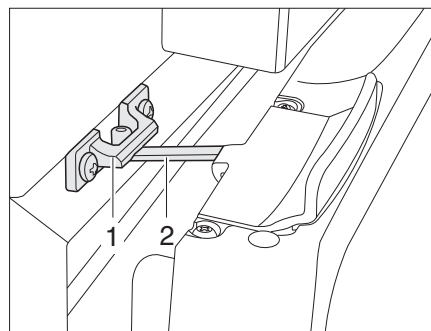

Fig. 362 Porta del frigorifero in posizione di ricircolo d'aria (Thetford)
- Aprire il bloccaggio (Fig. 362,2) e innestarlo nella sede di bloccaggio (Fig. 362,1). In questo modo la porta del frigorifero rimane ferma in posizione socchiusa.